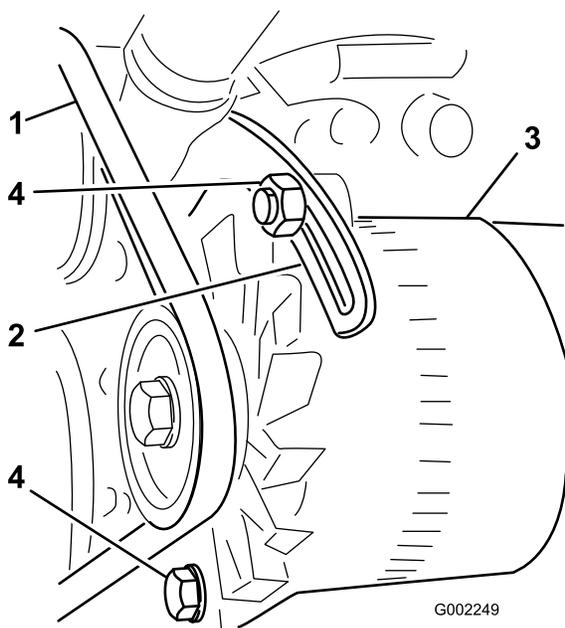

Figura 69
3. Desaperte as porcas que fixam a abraçadeira ao motor e a porca que fixa o alternador à abraçadeira (Figura 69).